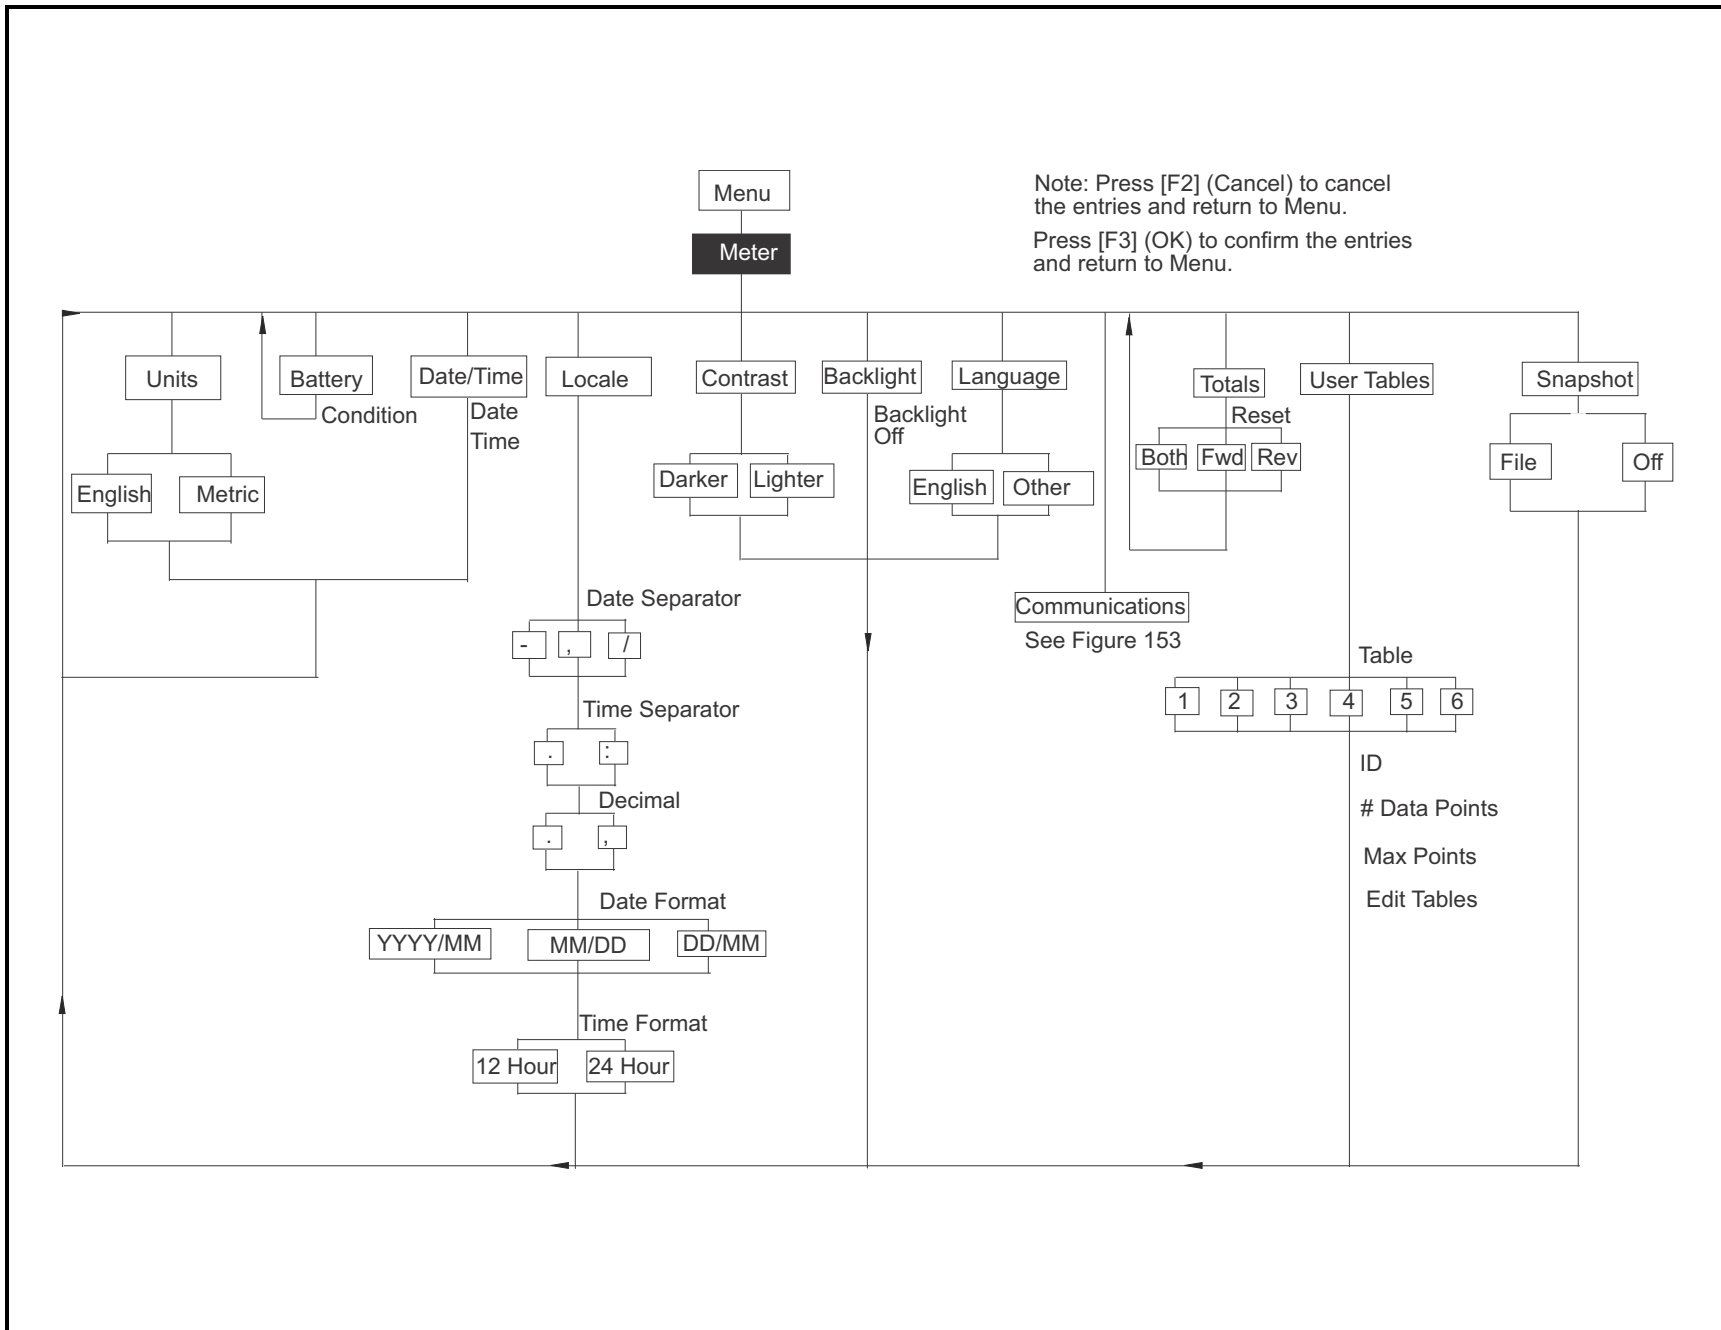

Figure 140: Meter Menu
- Meter Menu - Figure 140 on page 223